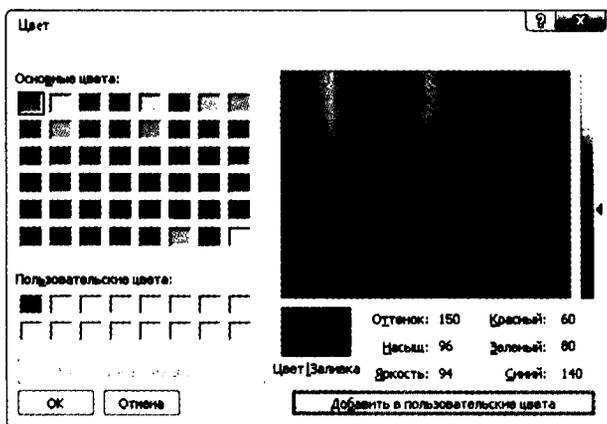

Рис. 5.5. Определение пользовательского цвета детали
12. Нажмите **ОК**, чтобы изменить цвет детали. См. рис. 5.5.